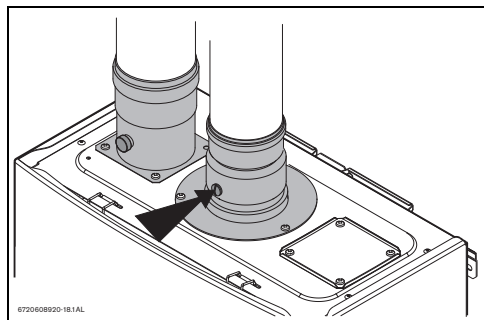

Fig. 42 Punto de medición
- Retirar el tornillo del accesorio de evacuación, consultar la Fig.42.